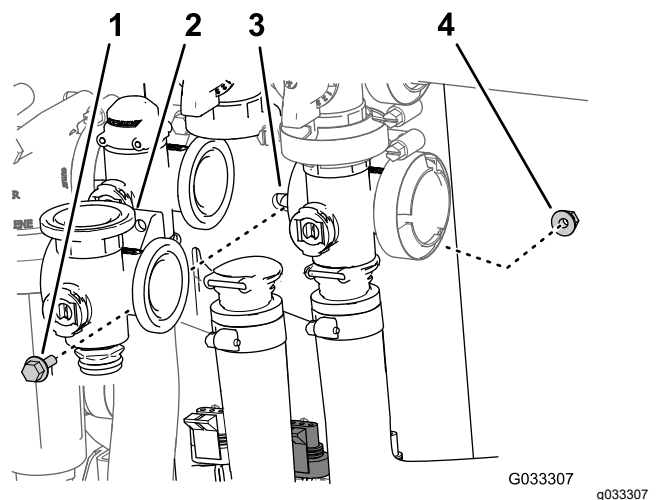

Bild 70
- Entfernen Sie die Bundkopfschraube und die Sicherungsbundmutter, mit denen das Rührwerkventil an der Ventilhalterung befestigt ist, und entfernen Sie den Ventilverteiler von der Maschine (Bild 70).